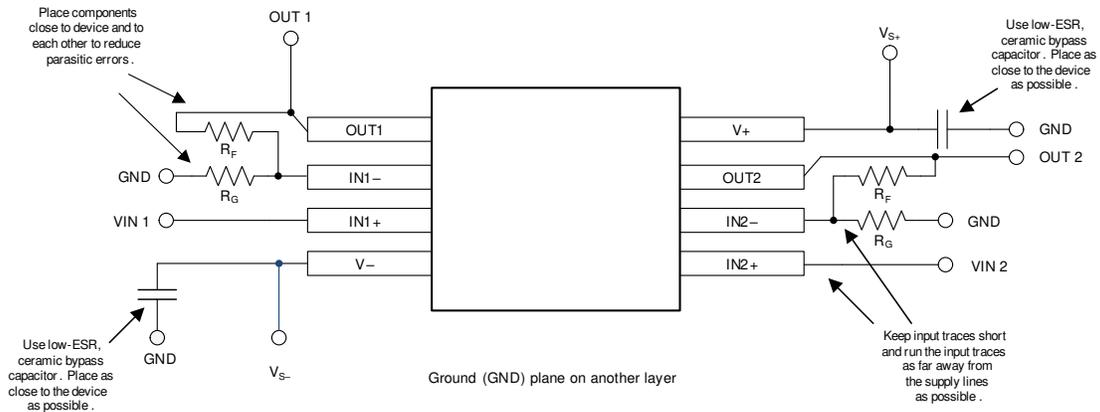

图 10-2. 布局示例
- 应尽可能靠近器件放置外部元件，如图 10-2 所示。使 R_F 和 R_G 接近反相输入可最大限度地减小寄生电容。